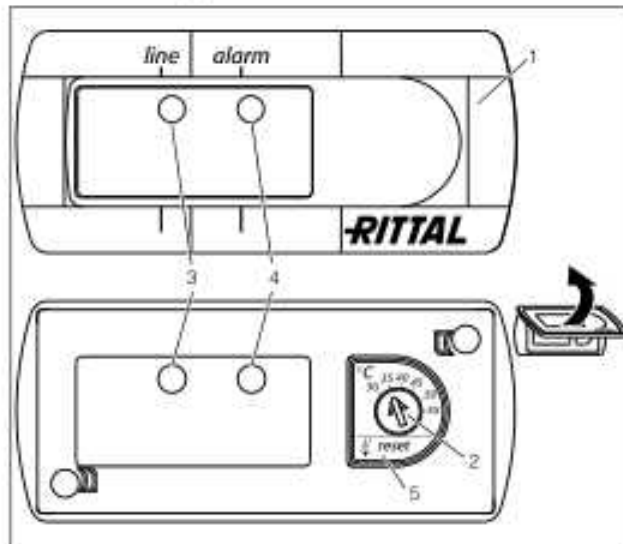

Abb. 32: Basiscontroller
rote LED (Abb. 32, Nr. 3 und 4) zeigt er Betriebs- und Störzustände an:
- Stellen Sie die gewünschte Solltemperatur am Solltemperatur-Einsteller (Abb. 32, Seite 21) ein.
- Drücken Sie die Reset-Taste (Abb. 32, Nr. 5) für mind. 3 Sek.